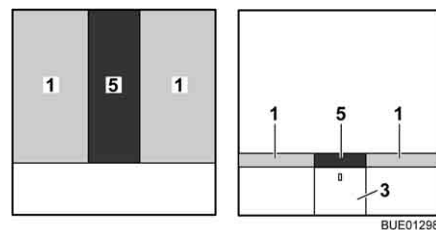

Fig. 115 Después de la transformación
- Colocar el cojín adicional (Fig. 115,5) entre los colchones (Fig. 115,1).